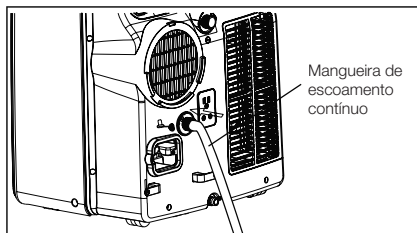

Fig. 26
2. No modo de aquecimento, é necessário ter uma mangueira de escoamento ligada na parte de trás do aparelho conforme ilustrado na Fig. 26.